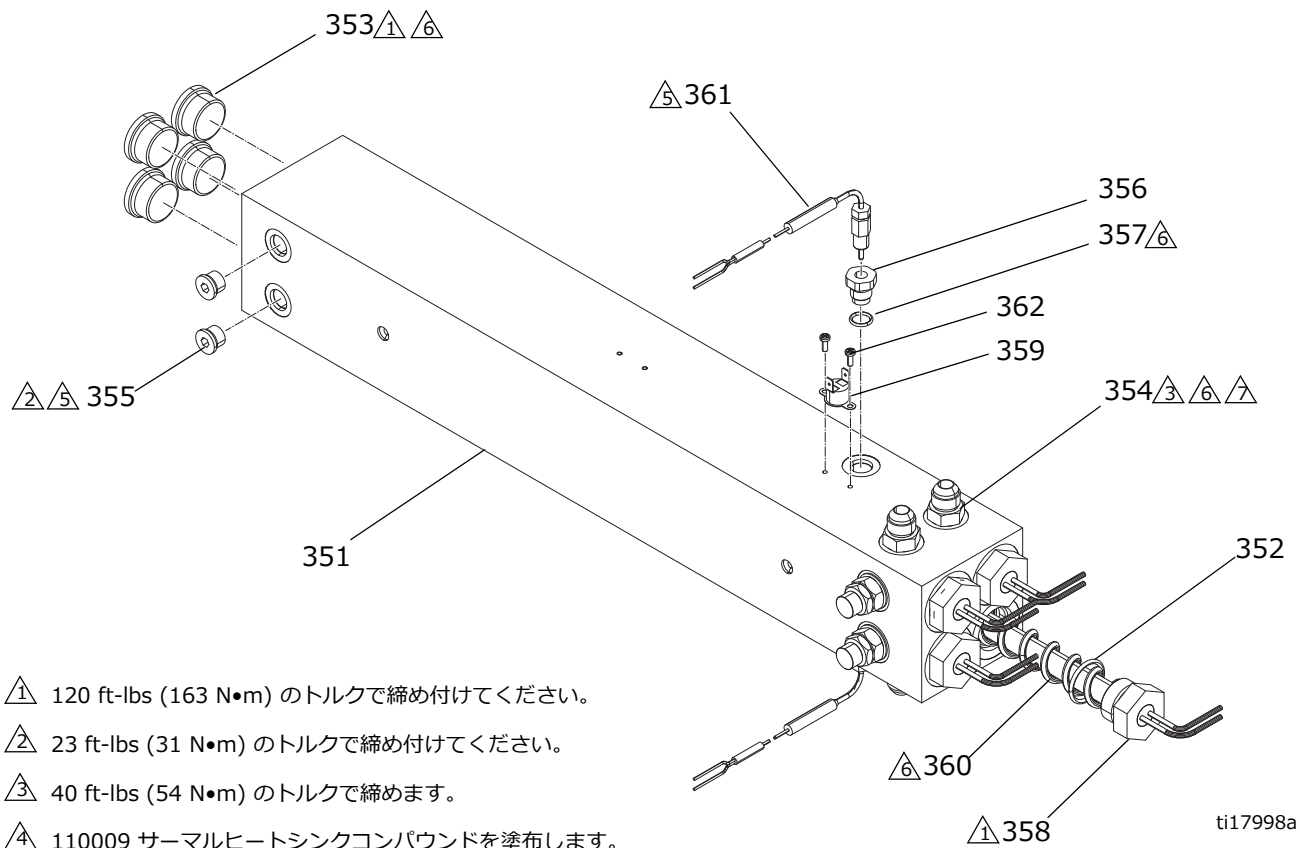

図 7: デュアルゾーン・ヒーター (6 または 10 kW)
5. 図 7、32 ページを参照してください。ヒーターワイヤコネクタからヒーターエレメントワイヤを外してください。オーム計でテストして下さい。